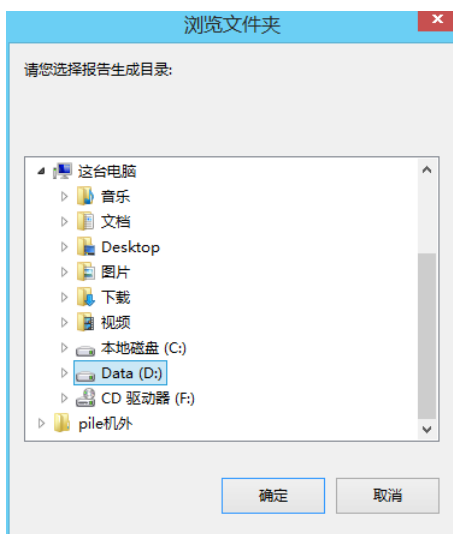

图 2.2.24 浏览文件夹对话框
- 2) 在**生成目录**下的编辑框中输入检测报告文件名(WORD 文档名)或点击其右边的**浏览**按钮,在弹出的“浏览文件夹”对话框(如图 2.2.24 所示)中选择报告文件保存的文件夹;报告文件名称缺省为第一个数据文件的名称,用户可以修改。